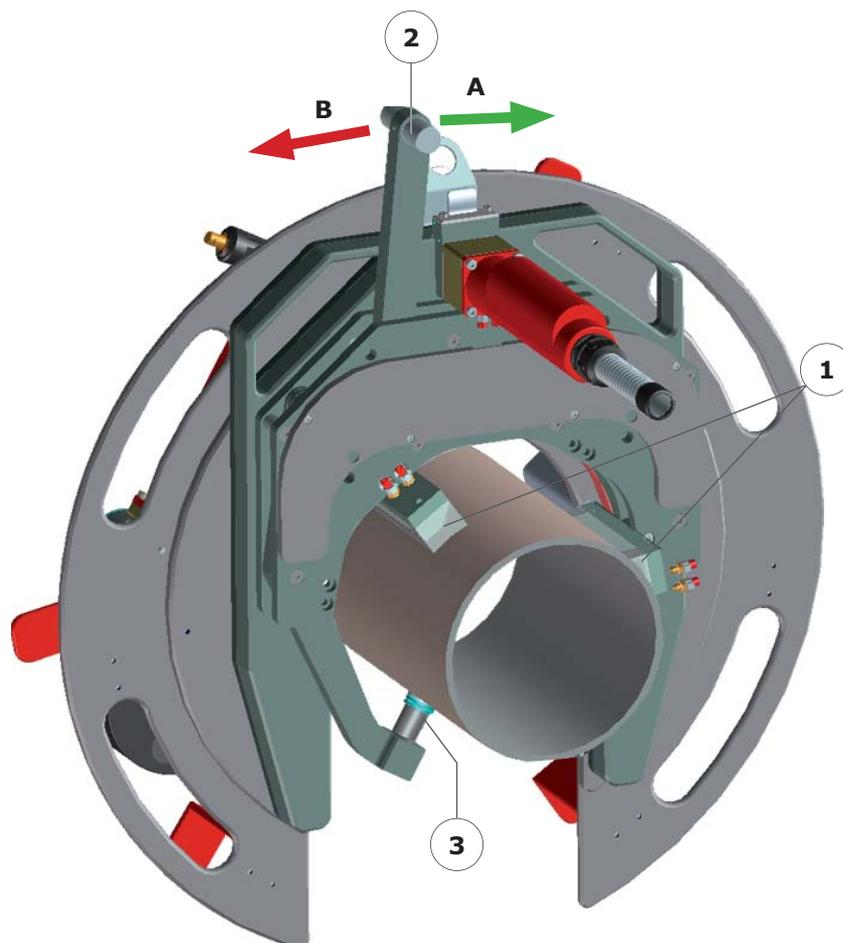

Abb.5.17. – Einsatz gekühlter Spannschalen
- Passende Spannschalen (Abb. 5.17 - Index 1) anbringen und die entsprechende Einstellschraube (Abb. 5.17 - Index 3) montieren.
- Das Spannsystem durch Umlegen des Handhebels (Abb. 5.17 - Index 2) in Richtung A (grüner Pfeil) schließen.
- Die Einstellschraube (Abb. 5.17 - Index 3) so verdrehen, dass eine leichte Berührung mit dem Rohr hergestellt wird.
- Das Spannsystem durch Umlegen des Handhebels (Abb. 5.17 - Index 2) in Richtung B (roter Pfeil) öffnen.
- Die Einstellschraube (Abb. 5.17 - Index 3) um eine halbe Umdrehung zustellen (*).